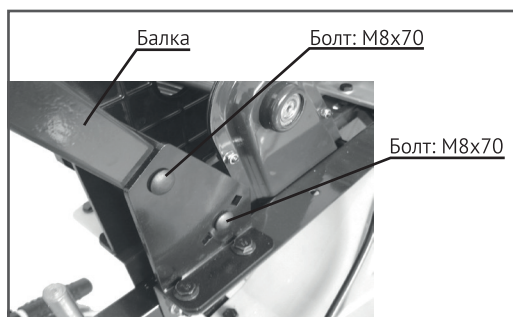
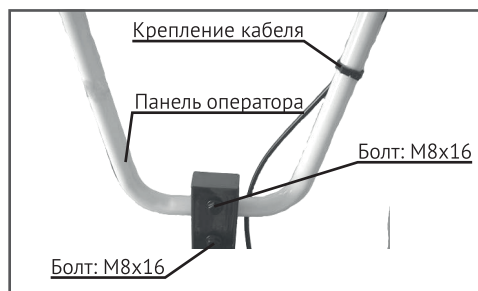

Рис.5
Рис.6
- Для установки панели оператора сначала закрепите консоль при помощи болтов M8x70 (Рис.5), затем прикрепите панель оператора к консоли при помощи болтов M8x16 (Рис.6).